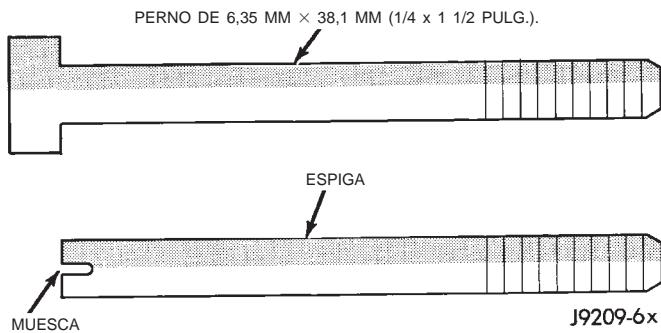

Fig. 58 Fabricación de espigas de alineación
(1) Limpie las superficies de junta del bloque y el colector.
(2) Confeccione 4 espigas de alineación con pernos de 6,35 mm x 38,1 mm (1/4 x 1 1/2 pulg.). Corte la cabeza de los pernos y luego practique una muesca en la parte superior para facilitar su instalación y desmontaje con un destornillador (Fig. 58).